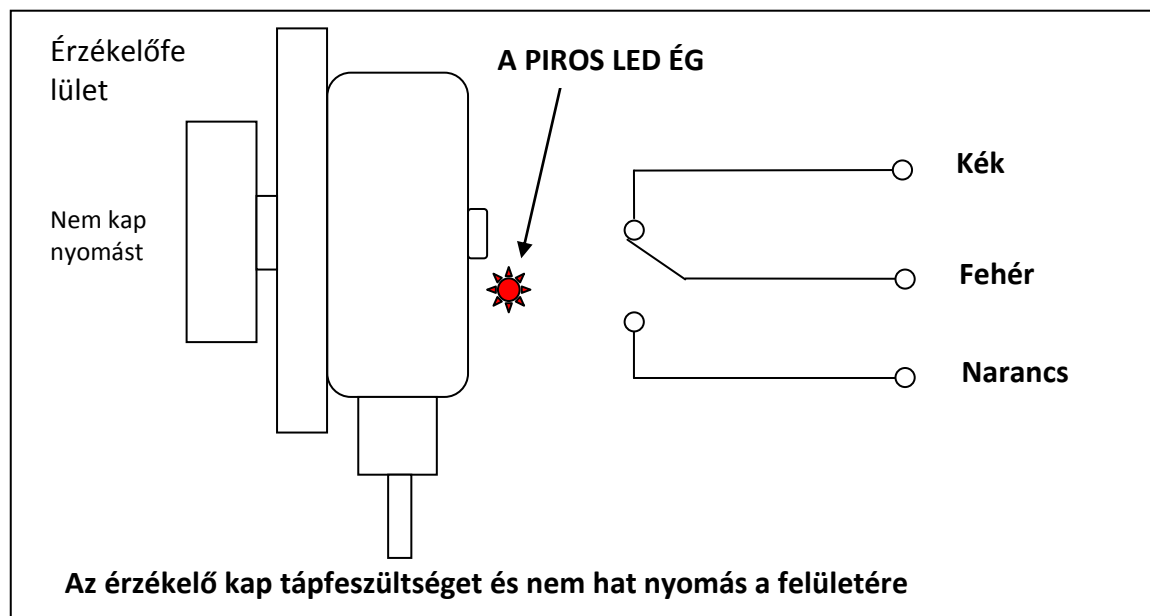

Figura 8 – A TouchSwitch érintőkapcsoló érzékelő OK állapotban van
- 2) Lassan kézzel fordítsuk el a „Próba“ kezelőgombot (lásd 8. ábra Figura 8) az óramutató járásával megegyező irányba, amíg a LED ki nem alszik